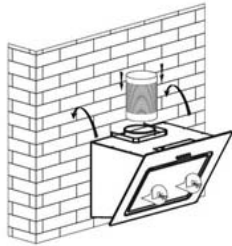

Figura 3
5. Inserire viti autofilettanti ST4x30 mm nei fori di sicurezza e avvitarle completamente per garantire il fissaggio sicuro della cappa. Vedere figura 3.